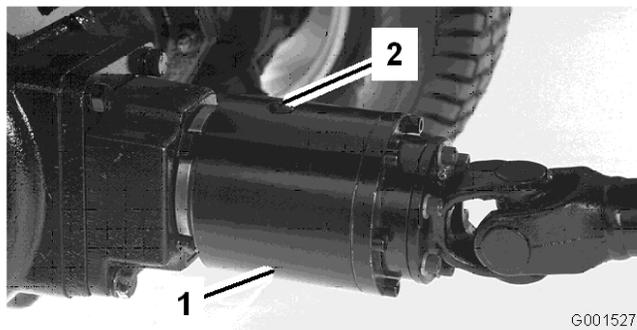

Figura 28
2. Girate la frizione (Figura 28) in modo che il tappo di controllo (illustrato nella posizione ore 12) si trovi nella posizione ore 4.